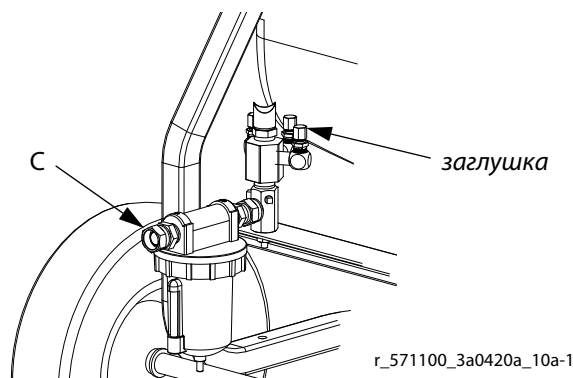

Рис. 8
2. При необходимости извлеките заглушки для насоса промывки растворителем и воздушных шлангов подающего насоса. Инструкции по установке приведены в руководствах по эксплуатации насосов. См. Рис. 8.